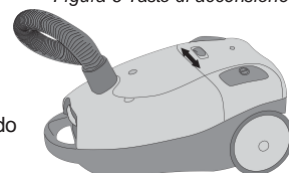

Figura 7 Regolatore della forza aspirante
9. È possibile regolare la forza aspirante mediante l'apposito regolatore (vedere la figura 7). Ad esempio, quando si usa l'aspirapolvere su mobili rivestiti o tende è consigliabile diminuire la forza aspirante. In questo modo si evita che il tessuto possa essere tirato dalla spazzola aspirante.